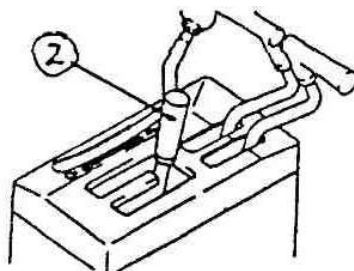

Рис. 2-5
2.2.1.2 Рычаг переключения передач (2) (Рис. 2-5)